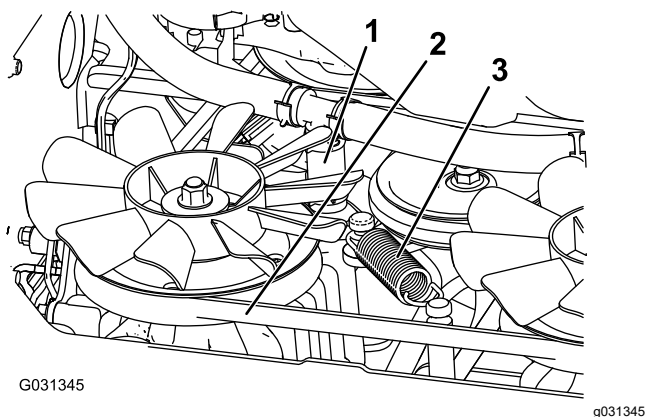

Figura 74
5. Retire o tubo hidráulico inferior (Figura 74).
6. Remova o mola de tensão (Figura 74).
7. Retire a correia da transmissão da embraiagem e da paragem da embraiagem (Figura 74).